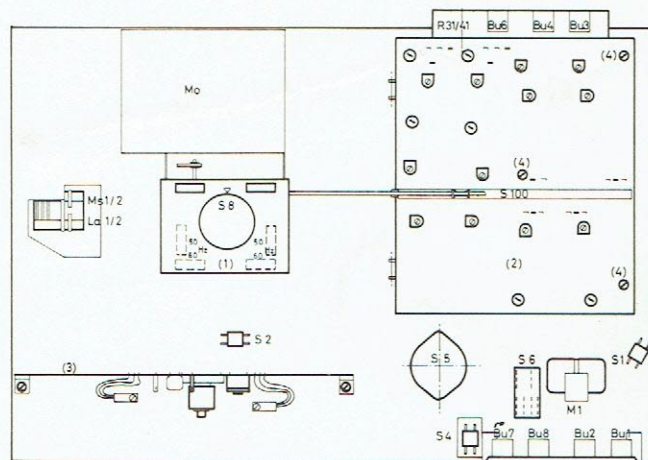

Fig. 1: Présentation du dessous du châssis
D'abord sortir du curseur du commutateur de correction de distorsion S 100 la tige poussoir et la laisser pendre vers le bas, ensuite retirer les trois vis ((4) voir fig. 1).